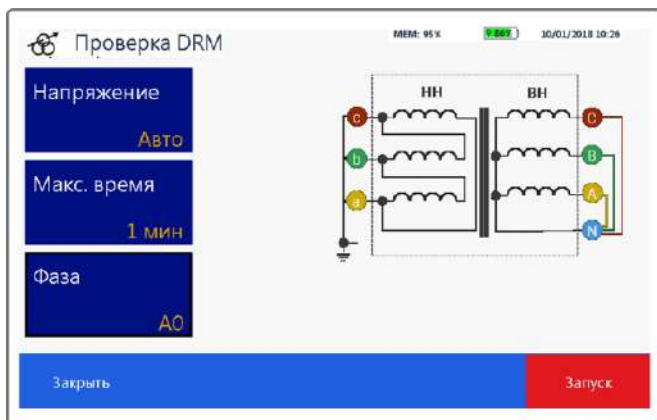

Рисунок 38 – Окно теста DRM
4) кнопкой «Запуск» панели функций или кнопкой  на клавиатуре прибора запустить измерение (рисунок 38).